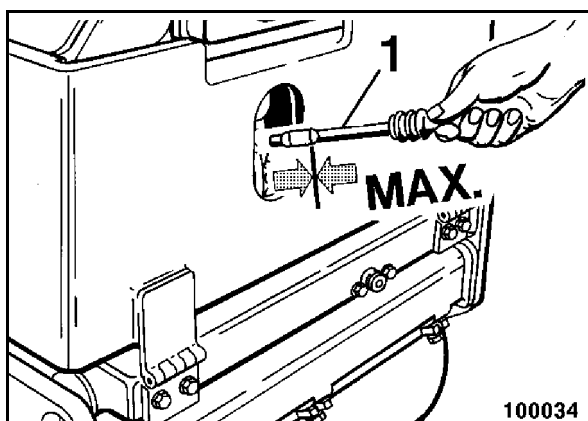

Fig. 63
- Comprobar el nivel de aceite con la varilla de nivel (1) (Fig. 63) después de una breve marcha de prueba.